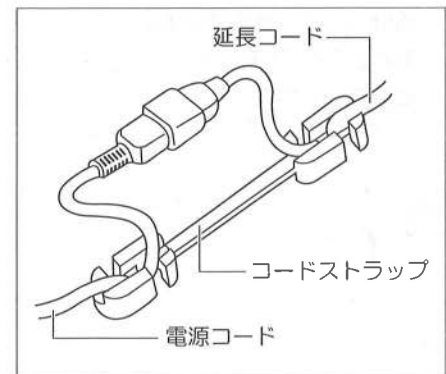

図3
- 電源コードと延長コードを接続するときは、付属のコードストラップに通し、接続部が簡単に抜けないようにしてください。(図3参照)